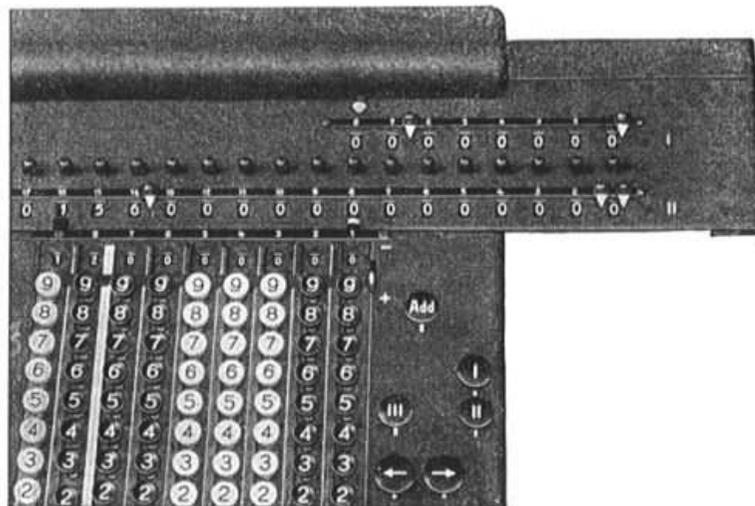

Abbildung 6
Lösung: Wagen mit Hilfe der Wagentransporttaste (26) ganz nach rechts herausbringen. Zählwerke löschen und darauf achten, daß die Add.-Taste (5) nicht eingerastet ist. Links im Resultatwerk (10), und zwar über der ersten linken Tastenreihe beginnend, den Dividenden 156 einstellen. Dies geschieht durch Linksdrehung der Einstellwirtel (13). Divisor in die Tastatur bringen und zwar mit der 1 unter die 1 des Dividenden, so daß sich folgendes Schaubild ergibt (siehe Abbildung 6).